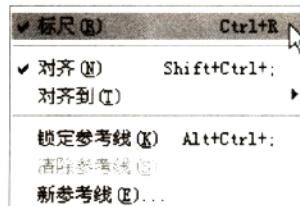

图 1-9
**2** 执行“视图”→“标尺”，可把标尺显示或隐藏，这时“标尺”命令前面有“”表示显示（图 1-9）。